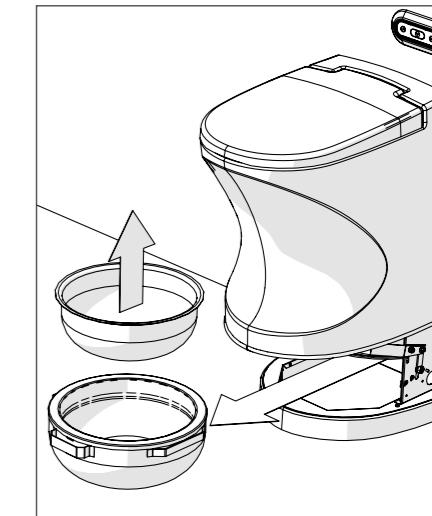

Abbildung 6
5. Ziehen Sie den Aschebehälter heraus. Entfernen Sie den Einsatz im Aschebehälter und leeren Sie die Asche aus (Abbildung 6).